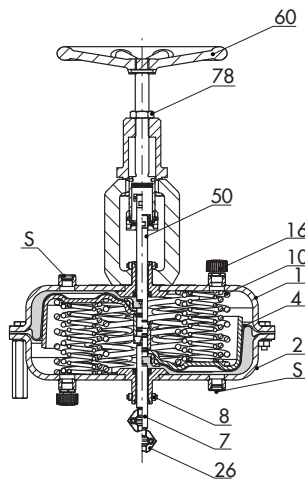

Fig. 11 : Type 3271 avec 750v2 cm² et commande manuelle supplémentaire
- **Type 3271 ou type 3277 · Commande manuelle supplémentaire** pour servomoteurs pneumatiques avec surfaces de servomoteur 175v2 à 750v2 cm² (Fig. 6, Fig. 11)